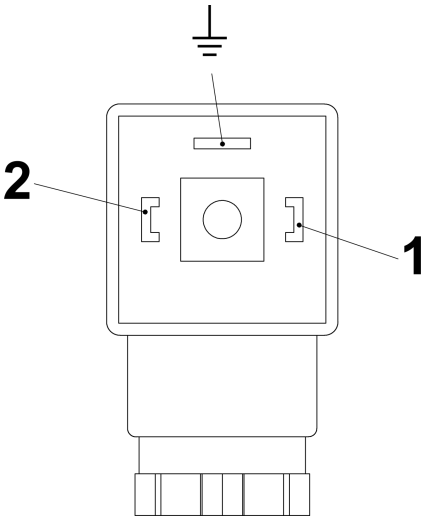
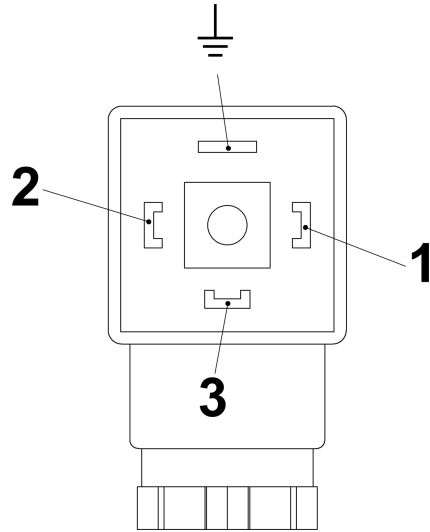

Abb. 25: Pin-Belegung Steckerdose Schließer (Schaltkontakt SG-30 mit Gerätestecker nach EN 175301-803)
Abb. 26: Pin-Belegung Steckerdose Wechsler (Schaltkontakt SG-30 mit Gerätestecker nach EN 175301-803)
6. ➤ Schließen Sie das Kabel gemäß den Anschlussbildern (Abb. 25 und Abb. 26) an